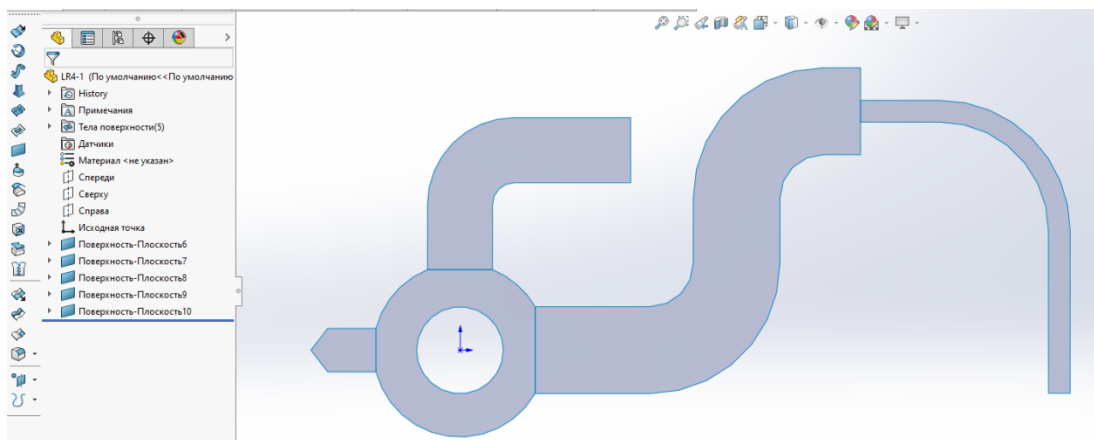

Рис. 6. Получение плоских поверхностей
1.2. Используя инструмент **Плоская поверхность** , эскизы преобразуем в поверхности (рис. 6).